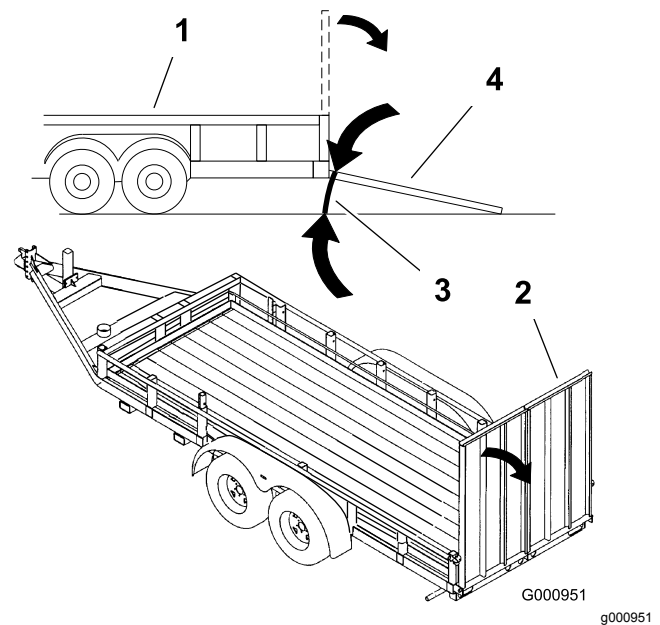

Figure 22
- Utilisez une rampe d'une seule pièce qui dépasse de chaque côté des roues arrière, plutôt que des rampes individuelles pour chaque côté de la machine (Figure 22). Lorsque la plate-forme est abaissée et verrouillée en position, elle doit dépasser à l'arrière entre les roues arrière, et empêche ainsi la machine de basculer en arrière. La rampe d'une seule pièce constitue une surface d'appui pour la plate-forme au cas où la machine bascule en arrière. Lorsque la plate-forme est relevée, une rampe d'une seule pièce constitue une surface sur laquelle vous pouvez marcher derrière la machine.
- La rampe doit être suffisamment longue pour que les angles n'excèdent pas 15 degrés (Figure 22). Si l'angle est supérieur, les composants de la machine peuvent se coincer lors du transfert de la